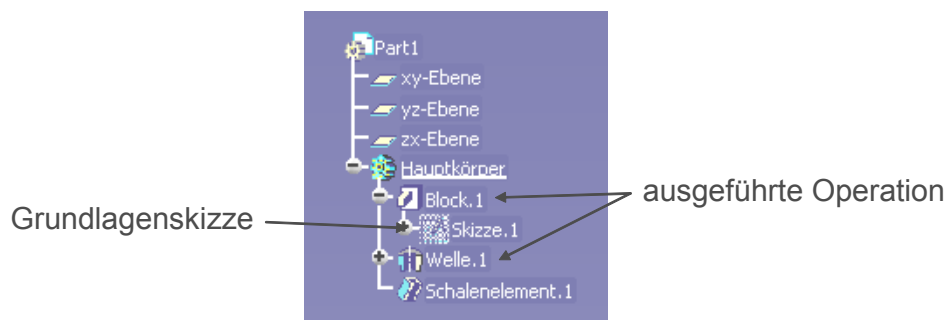

Abb. 4: Strukturbaum
- Alle ausgeführten Operationen sind im Strukturbaum unter dem Körper aufgelistet. Die für eine Operation zugrunde liegende Skizze befindet sich im Ast unter der Operation im verdeckten Bereich der Arbeitsoberfläche (**Abb. 4**).